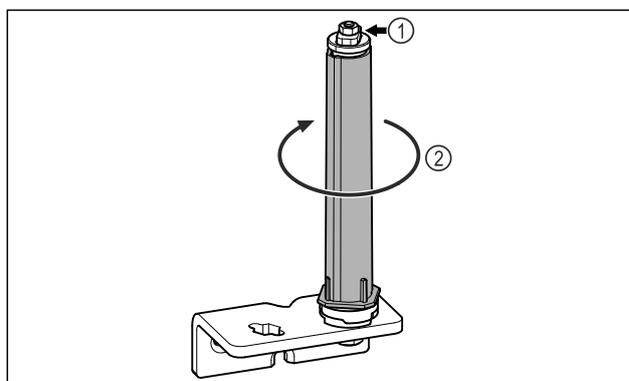

Fig. 28
- ▶ Mos e zbërtheni sistemin e mbylljes së derës Fig. 28 (1).
- ▶ Rrotulloni sistemin e mbylljes Fig. 28 (2) derisa të kërcasë.